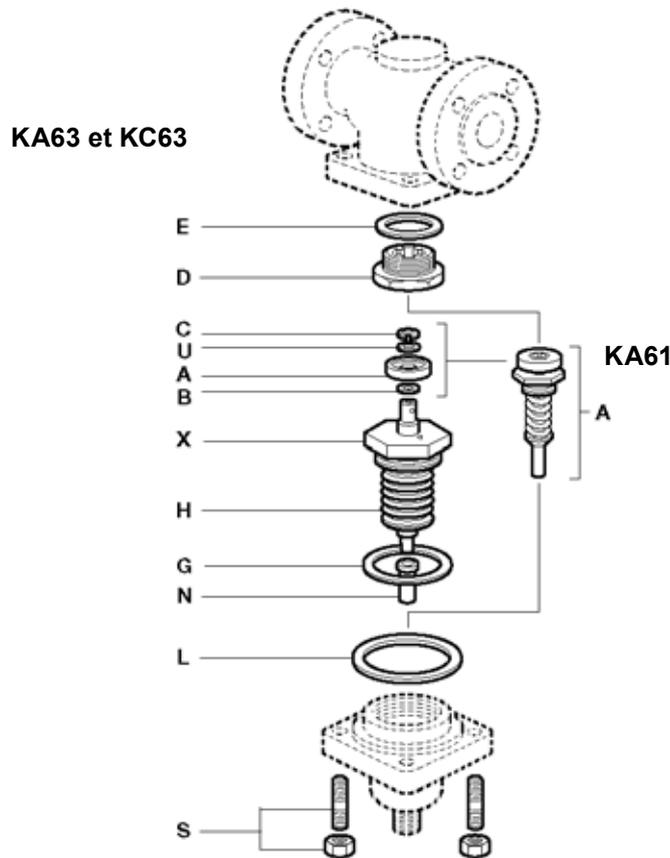

Fig. 9
4.5 Vannes KA61, KA63 et KC63 (voir Fig. 9)